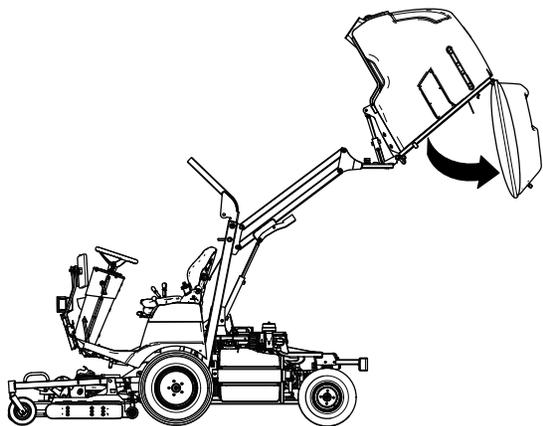

図 140
2. ホッパー図 140を一番高い位置に設定する **ホッパーを上昇させる (ページ 30)**を参照。
3. ホッパー内部にあるごみをダンプし図 140、後部ドアがぶら下がった状態のままにする **ホッパーからダンプする (ページ 31)**を参照。